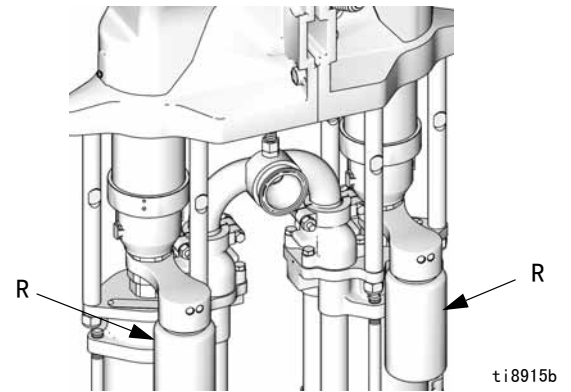

图 6. 加注 TSL 储油罐
零配件号 206995 喉管密封液 (TSL) 会将残留从泵活塞柱带入储油罐中。将 Graco 206994 喉管密封液 (TSL) 加入 TSL 储油罐 (R)。请参见图 6。有关加注说明，请参见**更换 TSL** (第 15 页)。